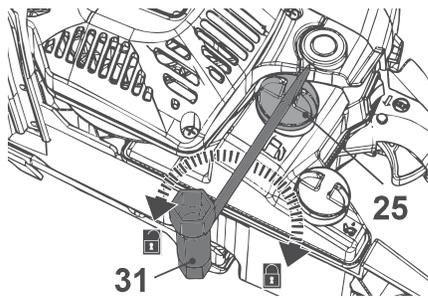

Fig. 14
**NOTA:** nunca misture combustível e óleo diretamente no depósito do produto. Utilize uma garrafa de mistura de combustível (30) que ajude a garantir a proporção de mistura correta. Agite suavemente para assegurar uma mistura correta de combustível e óleo.
11. Desaperte e remova a tampa do depósito de combustível (25) (Fig. 14).
13. Limpe qualquer combustível derramado com um pano macio e volte a aplicar a tampa do depósito de combustível (25). Utilize a multiferramenta (31) para apertar a tampa do depósito de combustível (25) devidamente (Fig. 14).